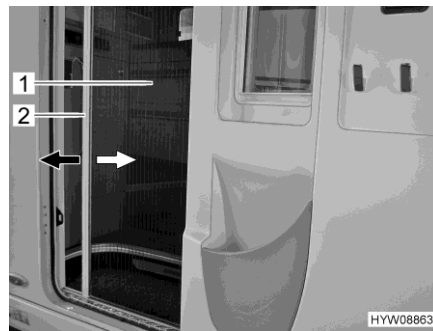

Bild 40 Insektsskydd (bodelsdörr)
- Ta tag i listen (Bild 40,2) med båda händerna och dra insektsskyddet (Bild 40,1) jämnt ur dörrfästet.
- Ta tag i listen (Bild 40,2) med båda händerna och skjut insektsskyddet (Bild 40,1) med lätt tryck i dörrfästet.